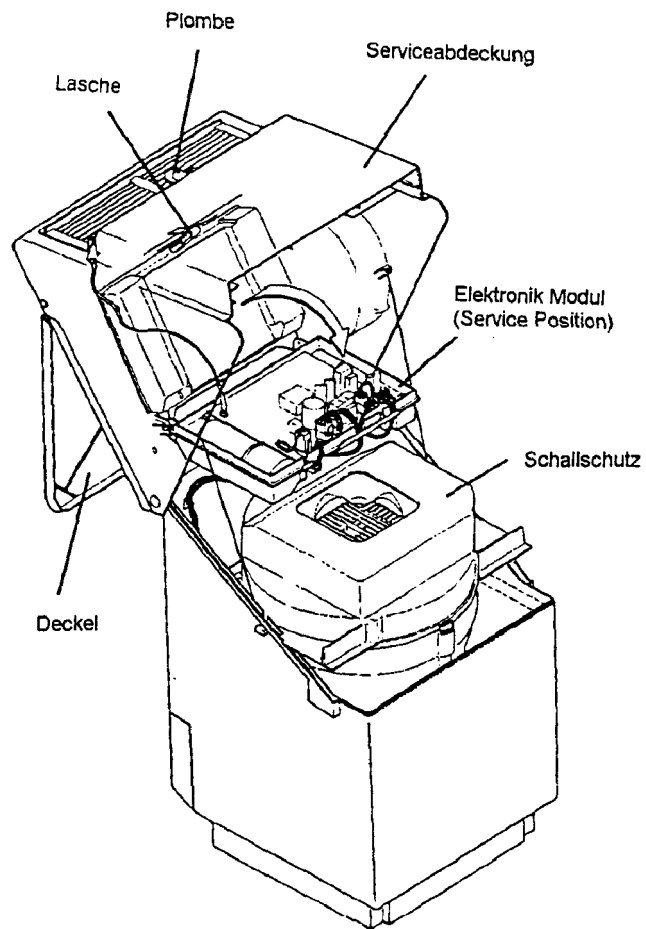

Bild 6 Elektronikmodul in Serviceposition
- Elektronik Modul in Serviceposition klappen (Bild 6)